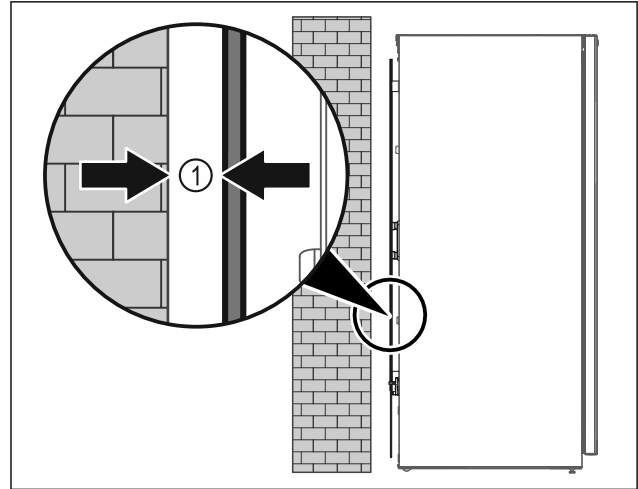

Fig. 6
- Pystytä laite joko huonetilaan vapaasti seisomaan tai suoraan seinän viereen noudattaen 5 mm Fig. 6 (1) vähimmäisetäisyyttä.